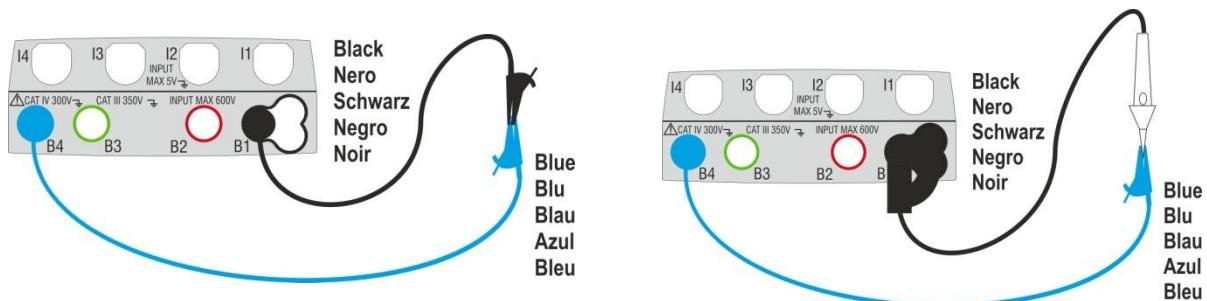

Fig. 7: Compensação da resistência dos cabos individuais e da ponteira remota
5. Executar, se necessário, a compensação da resistência dos terminais de medida ligando os cabos ou a ponteira remota conforme o indicado na Fig. 7